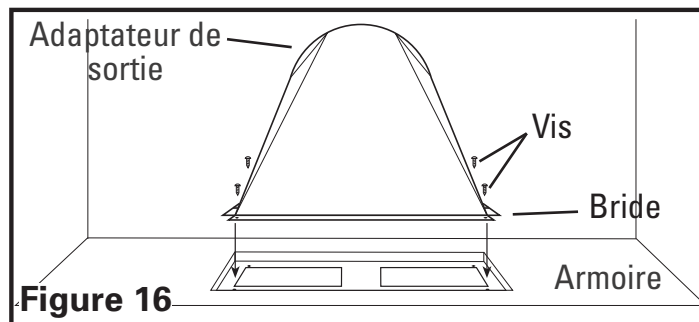

Figure 16
8. Installez l'adaptateur mural de la bonne taille requise (disponible séparément) à la hotte en le glissant dans les quatre trous percés précédemment sur la bride de l'adaptateur appariés aux quatre trous correspondants sur la hotte et fixez en place avec les vis comprises. Assurez-vous que le joint est étanche autour de l'adaptateur en sécurisant tous les raccords avec du ruban de gaine (**Figure 16**).